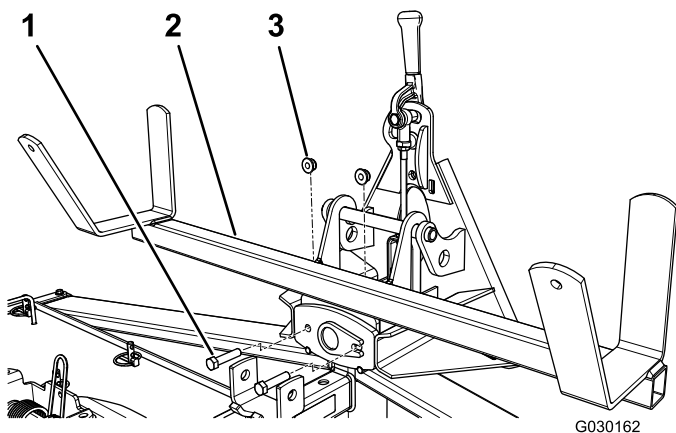

Figura 2
2. Instale a cavidade no conjunto do adaptador e prenda-a com dois parafusos (3/8 x 1-1/2 pol.) e duas porcas flangeadas (3/8 pol.) como se mostra na Figura 2.